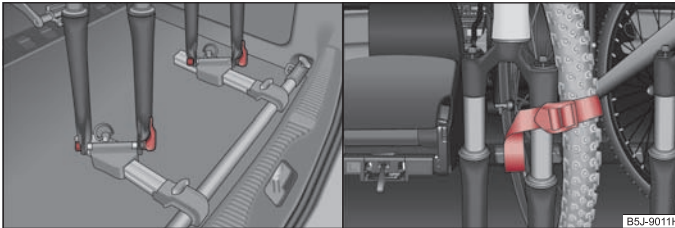

Abb. 68 Fahrrad einsetzen / Befestigung des Vorderrads
- Die Fahrradgabel auf die Befestigungsachse aufsetzen und mit dem Schnellspanner festziehen ⇒ Abb. 68 - links.
- Schieben Sie das herausgenommene Vorderrad am besten zwischen die Kurbel des linken Pedals und den Fahrradrahmen; befestigen Sie es mit einem Gurt an der Vordergabel ⇒ Abb. 68 - rechts, bzw. an einem Befestigungspunkt.